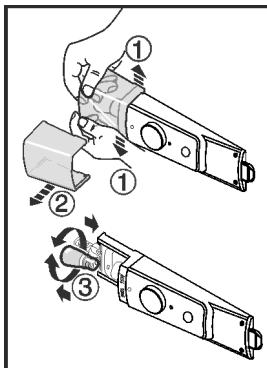

Fig. 10
- Натиснете навън капака на лампата в предната част отвътре съгласно фигуранта Fig. 10 (1) и го изтеглете настрани Fig. 10 (2).
- Сменете лампата. Fig. 10 (3)